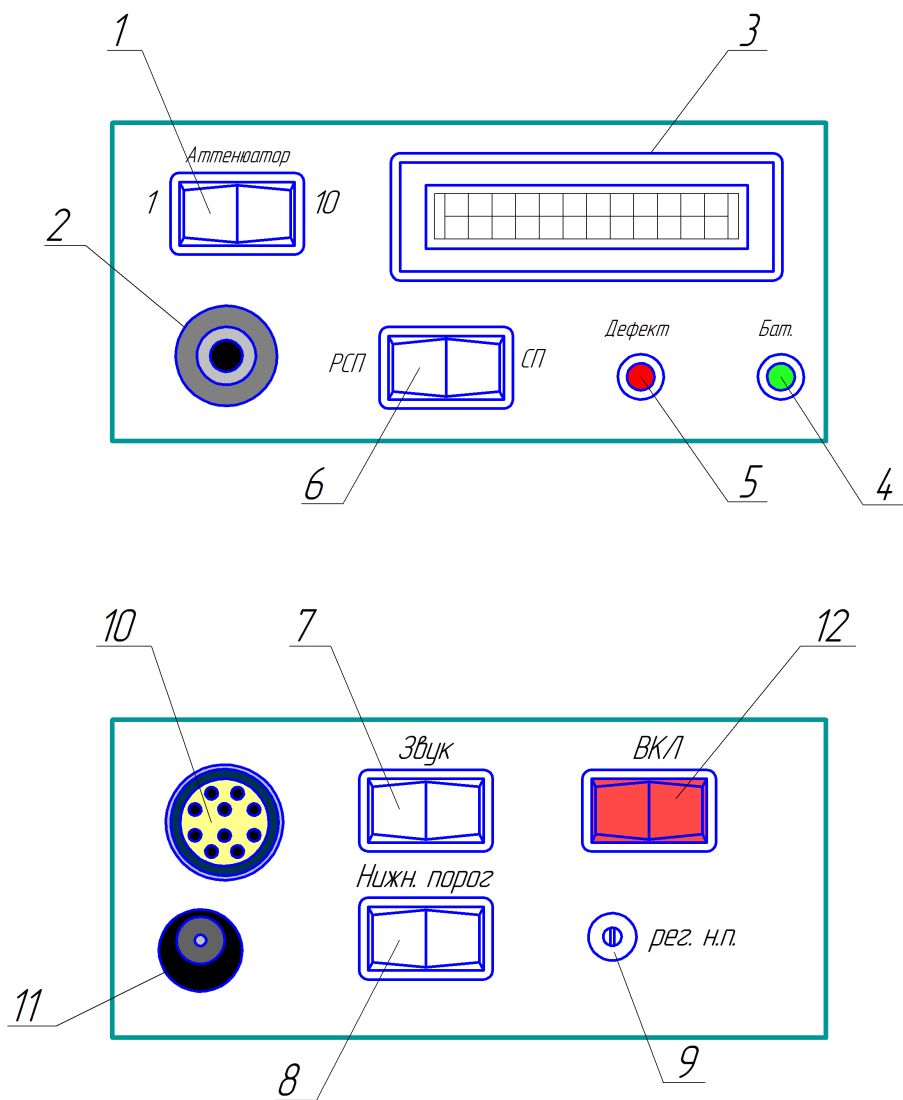

Рис. 2 Органы управления и индикации дефектоскопа
6.1.1. В электронном блоке дефектоскопа установлен съемный литий-ионный аккумулятор типоразмера 18650, емкостью 3200 мАч. С завода изготовителя аккумулятор поставляется в разряженном состоянии. Перед началом работы он должен быть предварительно заряжен. Для этого подключить ИПС и включить дефектоскоп клавишей 12, рис.2. Процесс зарядки сигнализируется непрерывным горением светового индикатора 4, рис.2. После завершения зарядки индикатор 4 погаснет. Вышедший из строя в ходе длительной эксплуатации аккумулятор может быть заменен на аналогичный.
6.1.2. Подключить к электронному блоку дефектоскопа (рис. 2, поз. 10) преобразователь (тип преобразователя определяется в зависимости от типа контролируемого изделия в соответствии с разделом 8).
6.1.3. Включение дефектоскопа производится клавишей 12, рис.2.
6.1.4. Разряд аккумулятора сигнализируется миганием индикатора 4, рис.2. Для зарядки нужно подключить ИПС.
8.2.2. Положение переключателя АТТ (рис. 2, поз. 1) выбирать таким образом, чтобы получить минимальный разброс показаний в допороговой зоне стрелочного индикатора, при этом ручка потенциометра АТТ (рис. 2, поз. 2) не должна находиться в крайнем правом положении.
8.3.4. Для контроля изделий с глубиной залегания дефектов до 1 мм подключить нижний порог переводом переключателя **Нижн. порог** (рис.2, поз. 8) в положение 1.
8.4.1. Перевести переключатель РСП-СП (рис. 2, поз. 6) в положение SP.